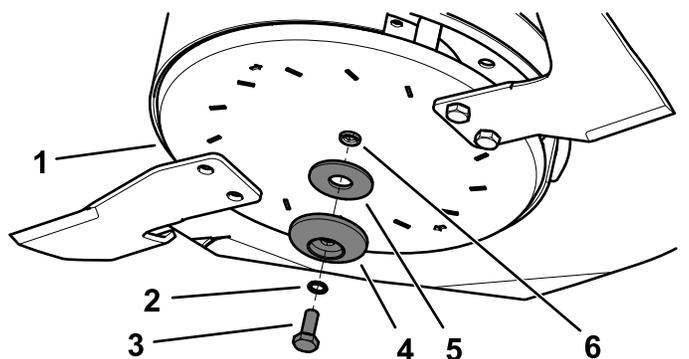

Bild 105
- Entfernen Sie die Messerschraube, die gefederte Sicherungsscheibe, den Messerhalter und die Wellenscheibe von der Spindelwelle (Bild 105).
- Nehmen Sie das Messer ab (Bild 105).